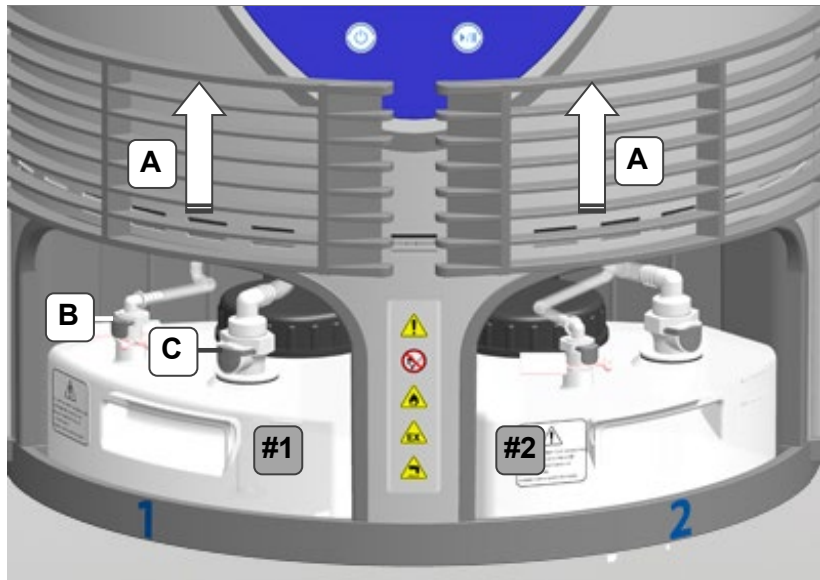

Abb. 4.4.2 Medienbehälter Abdeckung geöffnet
4. Schieben Sie die Abdeckungen für die Medienbehälter (*Abb. 4.4.2.A/A*) nach oben.